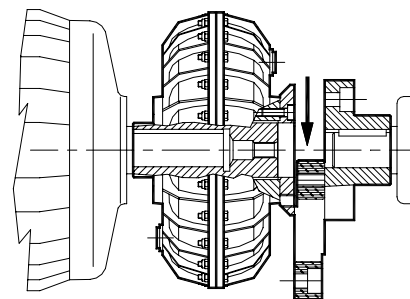

Fig.2
Si raccomanda di lubrificare l'albero motore prima di effettuare il calettamento del giunto. Verificare che il giunto è a battuta sull'albero, bloccare con vite⑤, distanziale⑥ (Fig.2).
*Check that the coupling shaft rest on the motor shaft shoulder and lock by means of screw⑤, spacer⑥ (see Fig.2)*
- 2) Montare il giunto idraulico (A) sul motore (M), montare il mozzo (B) del giunto elastico sull'albero della macchina da azionare ©. Posizionare quindi la macchina in modo che l'albero risulti coassiale con il giunto idraulico (A). La coassialità è garantita quando tramite le viti (D) è possibile fissare il mozzo (B) alla flangia del giunto idraulico (A), come indicato in Fig.2. A questo punto la macchina e il motore possono essere fissati definitivamente prevedendo che tra il mozzo (B) e lo spallamento dell'albero resti uno spazio (E) pari allo spessore dell'elemento elastico (F).
- 2) *Fit the ROTOFLUID hydraulic coupling (A) on the motor shaft(M), fit the ROTOFLEXI hub (B) on the driven shaft ©. Assure that the driven shaft is coaxial with the hydraulic coupling (A). The concentricity is assured when it is possible to fix the hub (B) to the hydraulic coupling flange (A) by means of the screw (D), as shown at Fig.2. It is now possible to fix definitely the motor and the driven machine checking that between the hub (B) and the driven shaft shoulder there must be a space (E) equal to the thickness of the rubber element (F)*